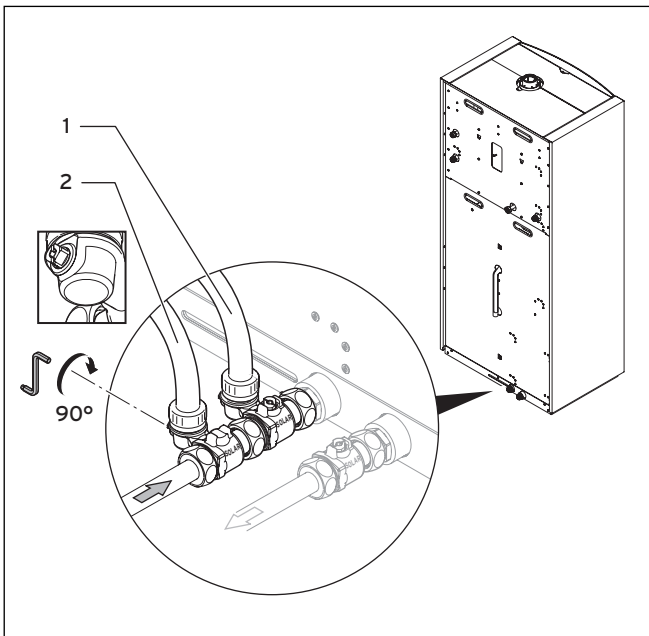

Abb. 7.29 Wartungshahn schließen
- Schließen Sie den Wartungshahn, an dem der Rücklaufschlauch der Befülleinrichtung angeschlossen ist (**2** in **Abb. 7.29**).
- Schließen Sie den Wartungshahn, an dem der Druckschlauch der Befülleinrichtung angeschlossen ist (**1** in **Abb. 7.29**).